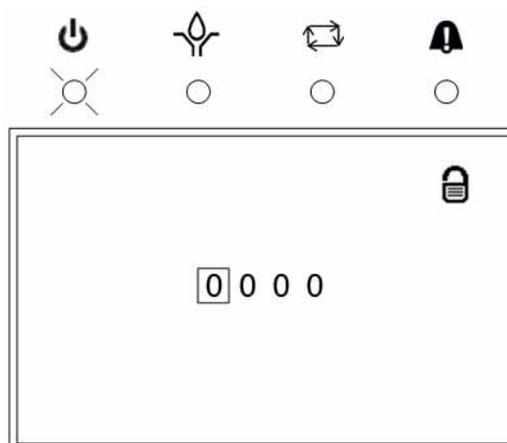

Рис. 21
- Для входа в режим настройки следует нажать клавишу ввода и удерживать ее в течение трех секунд. В результате на экране появится меню PIN Mode (Режим PIN-кода), представленное на Рис. 21.
- Меню Pin Mode (Режим PIN-кода), изображенное на Рис. 21, выводится на экран только в том случае, если режим PIN-кода включен. Сведения о настройке системы в том случае, если режим PIN-кода отключен, см. в разделе Настройка системы на стр. 18.
- Для вывода на экран меню PIN Mode (Режим PIN-кода), представленного на Рис. 21, необходимо включить режим PIN-кода. См. раздел Настройка PIN-кода на стр. 25.
- На экране отображается меню PIN Mode (Режим PIN-кода), представленное на Рис. 21.
- Установите курсор на поле для ввода первой цифры PIN-кода с помощью стрелок влево и вправо (см. Рис. 21).